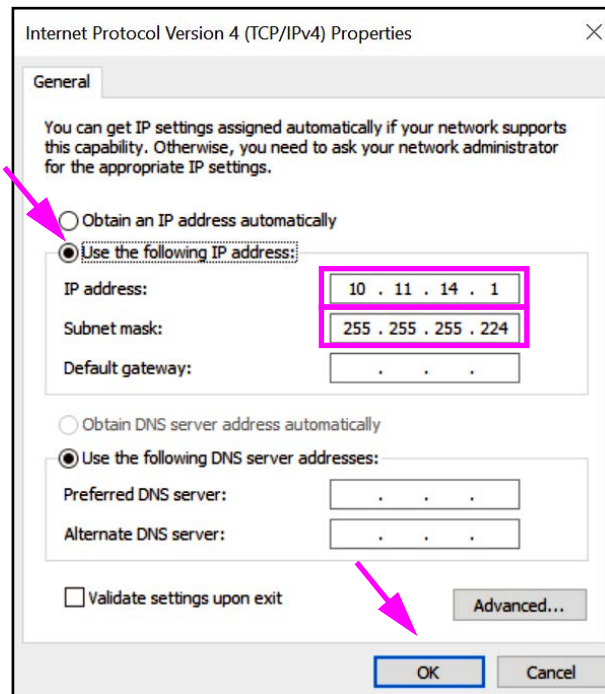

Abbildung 2-49. Bildschirm „Internet Protocol (TCP/IPv4)“ (Internetprotokoll 4 (TCP/IPv4))
9. Wählen Sie auf diesem Bildschirm **Use the following IP address: (Folgende IP-Adresse verwenden:)**. Siehe Abbildung 2-49.